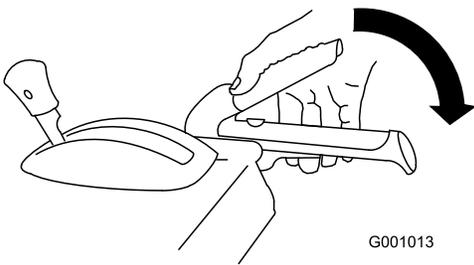

Рисунок 28
- Прижмите рычаг шнека/крыльчатки к рукоятке и удерживайте его на месте (Рисунок 28).